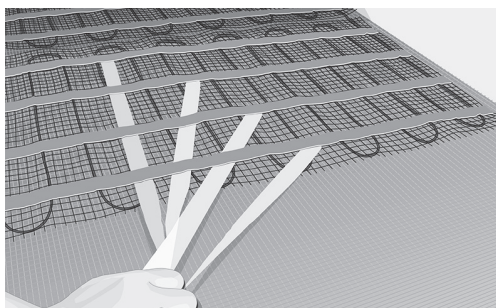

Fig. 8. Avlägsna tejpens skyddsfilm och fäst mattlängderna
12. När mattan(orna) är placerad(e) i enlighet med din ritning och väl inpassade på golvytan, fixera mattlängderna till golvet genom att avlägsna filmen från den dubbelhäftande tejpens och tryck lätt på tejpens. Fortsätt proceduren tills hela mattan har fästs (Fig. 8).